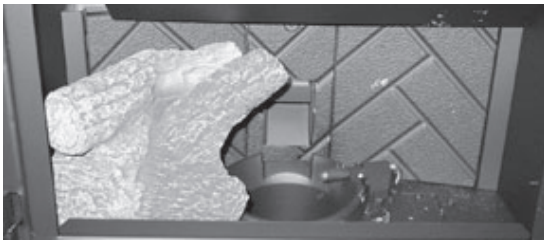

Figure 26.1
2. Installez en premier la bûche de gauche et ensuite celle de droite (**Figure 26.1**).